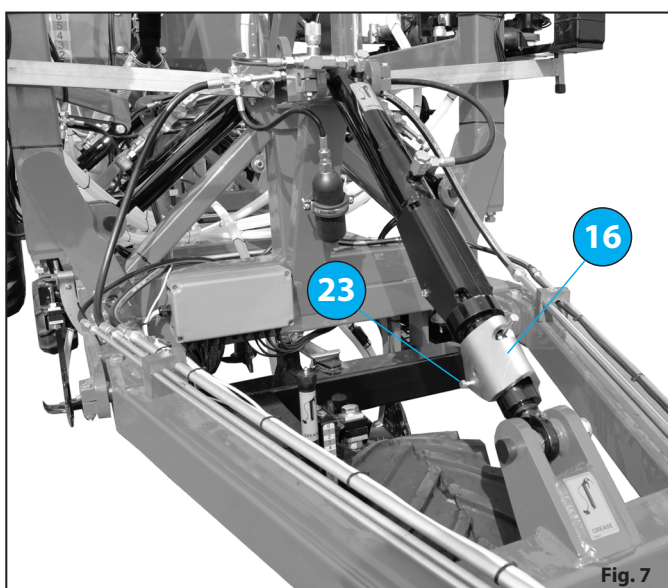

Fig. 7
- Ściągnąć zabezpieczenie (16) z cylindra przedniego siłownika ściągnając śrubę i nakrętkę (23) "Fig. 7".